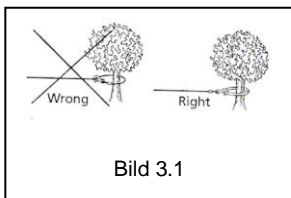

Bild 3.1
**! OBSERVERA** Fäst inte kroken i vajern, det kan skada den. Se bild 3.1